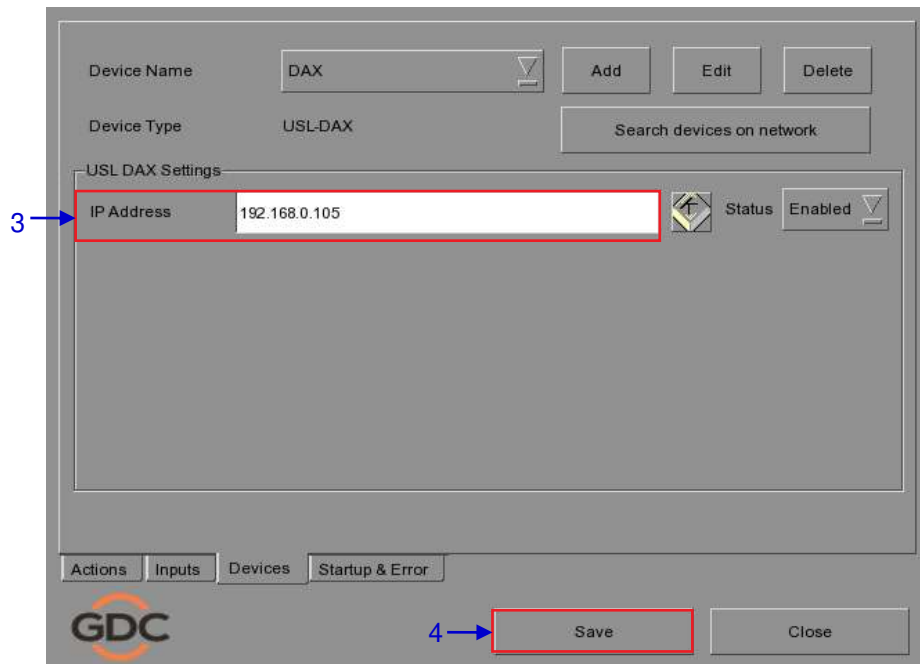

Figura 74 Ajustes de automatización para el dispositivo USL DAX.
3. Introduzca la dirección IP del dispositivo USL DAX (consulte la Figura 74).